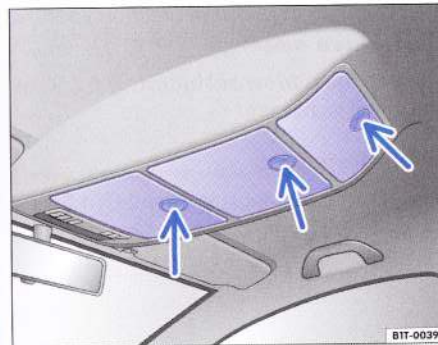

Fig. 83 Imagine de referință: Compartimentele din față din plafon.
- Pentru deschidere apăsați pe capac ⇒ fig. 83 (săgeata). Capacul se va deschide singur.